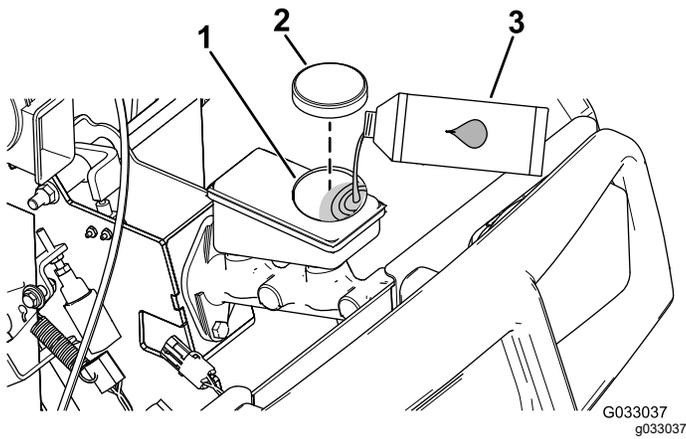

Figura 17
2. Eleve el capó para acceder al cilindro del freno principal y al depósito (Figura 17).
- A. Limpie la zona alrededor del tapón del depósito y retire el tapón (Figura 17).
- C. Coloque el tapón del depósito (Figura 17).